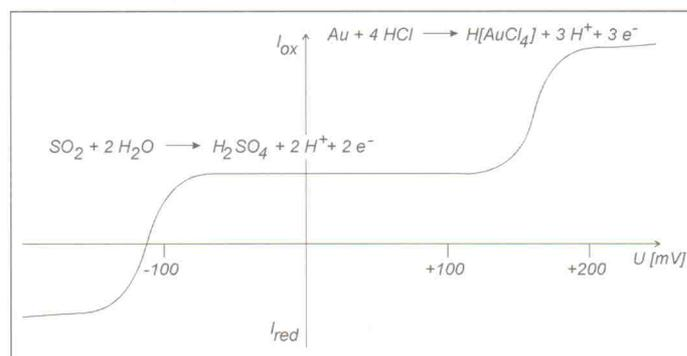

Bild 2. Strom-Potentialkurve eines SO_2/HCl -Gasgemisches an einer Goldelektrode. Spannung U bezogen auf das Ruhepotential einer Platinelektrode in Luft.
Die Auswirkung der Veränderung des Meßelektrodenpotentials auf das Sensorsignal ist in Bild 2 dargestellt. Bei einem Meßgas, das SO_2 und HCl enthält, hängt das Signal zunächst nur von der SO_2 -Konzentration ab, wenn das Elektrodenpotential einer Goldelektrode bei deren Ruhepotential in Luft liegt. Erst wenn das Potential positiver wird, steigt das Sensorsignal weiter an, weil nun die auf der Elektrode gebildeten Au^{3+} -Ionen gemäß Gleichung (1) mit HCl -Molekülen reagieren.